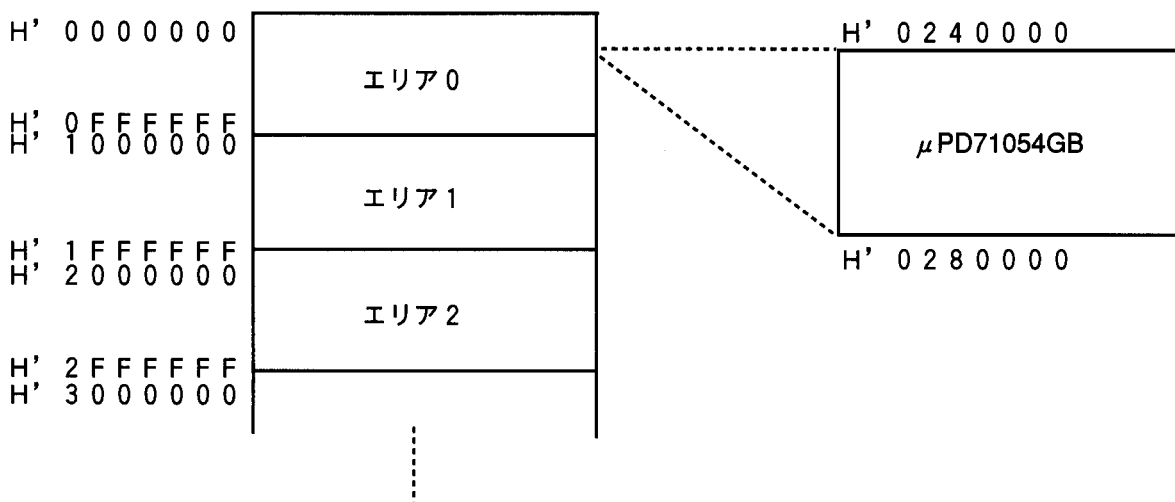

図2 メモリマップ
(2) 図2に示すように、SH7034のメモリ空間のうち、エリア0 (H' 0240000 ~ H' 0280000) に割り付けます。また、エリア0のバスコントローラを以下のように設定します。